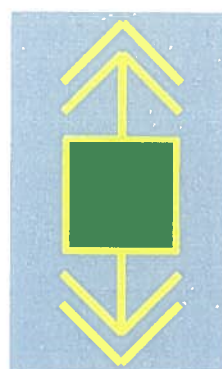

Fig. 7.34.
- Prezența stării „legat la pământ” pe ambii poli ai întreruptorului (fig. 7.34);